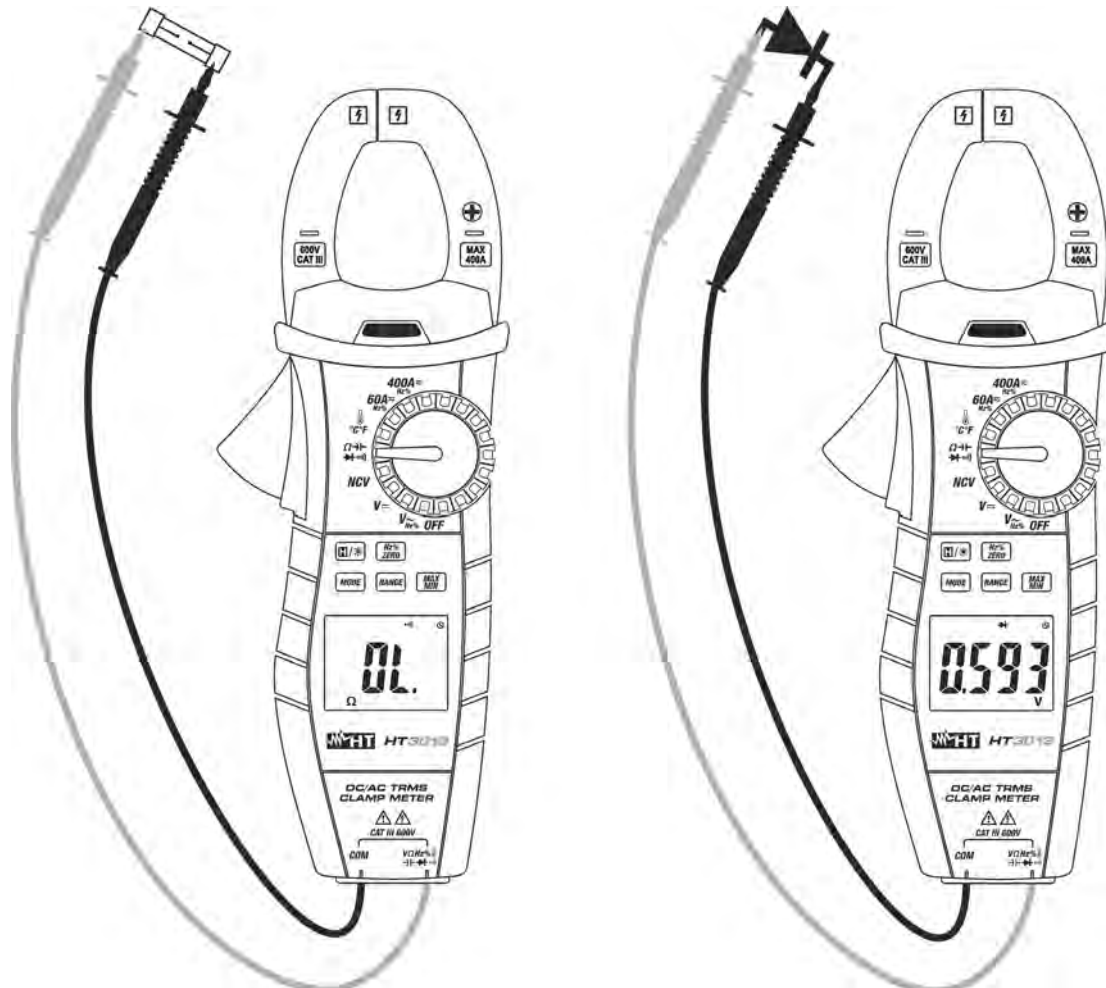

Abb. 8: Verwendung der Zange für Durchgangstest und Dioden-Test
3. Verbinden Sie die rote Messleitung mit der $\rightarrow \rightarrow \rightarrow \rightarrow \rightarrow \rightarrow$ Eingangsbuchse, und die schwarze Messleitung mit der **COM** Eingangsbuchse und führen Sie den Durchgangstest des zu messenden Objekts durch (siehe Abb. 8 – linke Seite). Der Summer ertönt, wenn der Wert des gemessenen Widerstands niedriger als 30Ω
5. Verbinden Sie die rote Messleitung mit der Anode und die schwarze Messleitung mit der Kathode der Diode bei der Messung von direkter Polarisierung (siehe Abb. 8 – rechte Seite). Bei der Messung von umgekehrter Polarisierung wechseln Sie die Messleitungen aus.